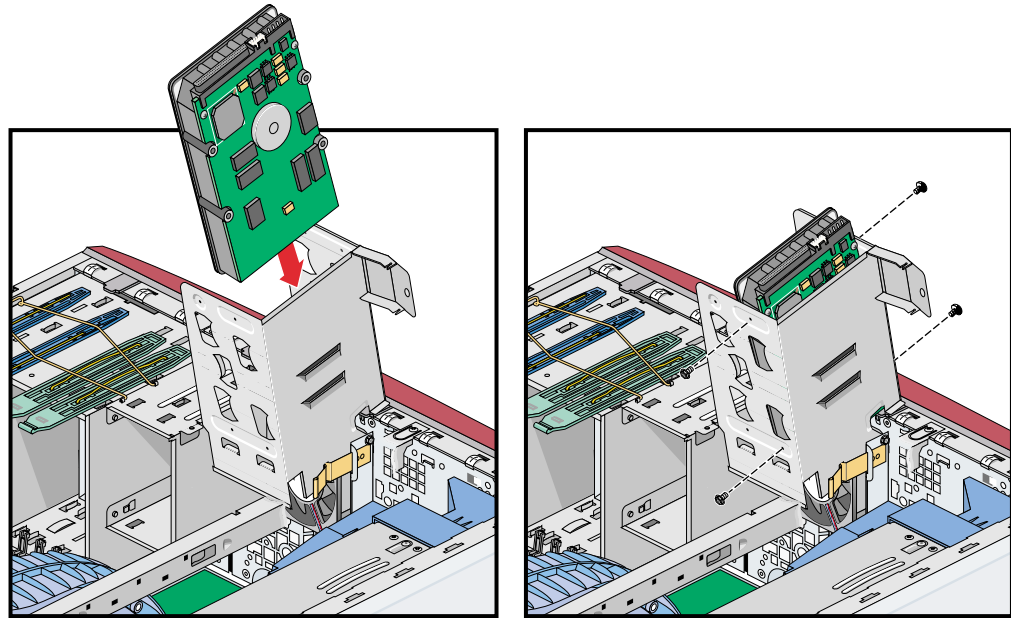

Abbildung 4-13 Installieren der Festplattenlaufwerks
3. Richten Sie das Festplattenlaufwerk so aus, dass sich der SCSI-Kabelanschluss links befindet, wenn Sie auf die Rückseite des Laufwerks blicken. Schieben Sie anschließend das Laufwerk so in den Laufwerk-Einbaurahmen, dass es auf den Laufwerkschienen aufliegt, siehe Abbildung 4-13.
4. Richten Sie die Bohrungen an der Seite des Laufwerk-Einbaurahmens mit den Bohrungen in den Seiten des Festplattenlaufwerks aus. Bringen Sie anschließend die vier Kreuzschlitzschrauben an, mit denen das Laufwerk am Laufwerk-Einbaurahmen befestigt wird, siehe Abbildung 4-13.